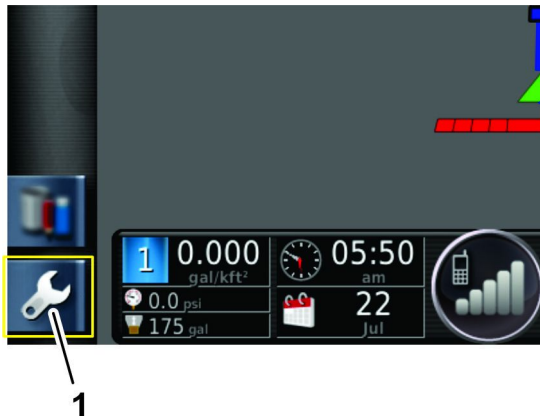

Bild 19
1. Tippen Sie auf das SETUP-Symbol auf dem Hauptbildschirm (Bild 19).